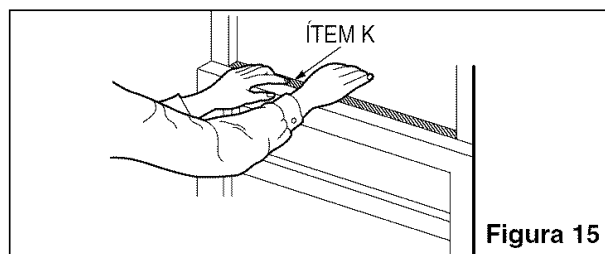

Figura 15
**13** Corte la junta hermética de espuma (ÍTEM K) para que tenga la longitud apropiada e insértela entre el marco superior y el marco inferior de la ventana. (Figura 15)